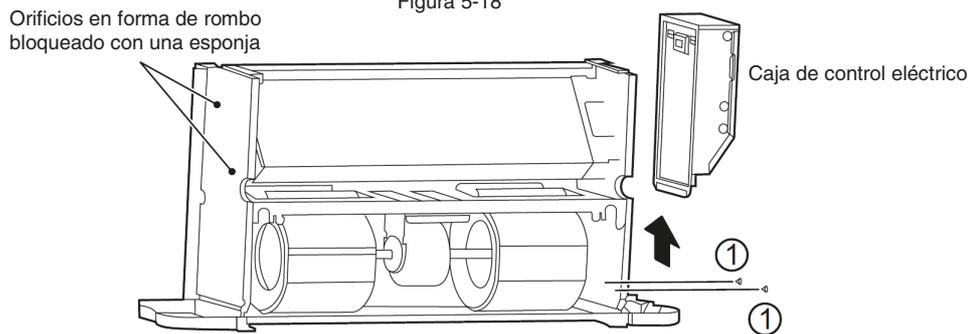

Figura 5-19 Extracción de la caja de control eléctrico y bloqueo de los orificios en forma de rombo
Para extraer la caja de control eléctrico, retire los tornillos ①x2 tal y como se indica en la Figura 5-19.
Bloquee los orificios en forma de rombo en la placa lateral (la placa sin tubos de entrada y salida) con una esponja, como se muestra en la Figura 5-19.